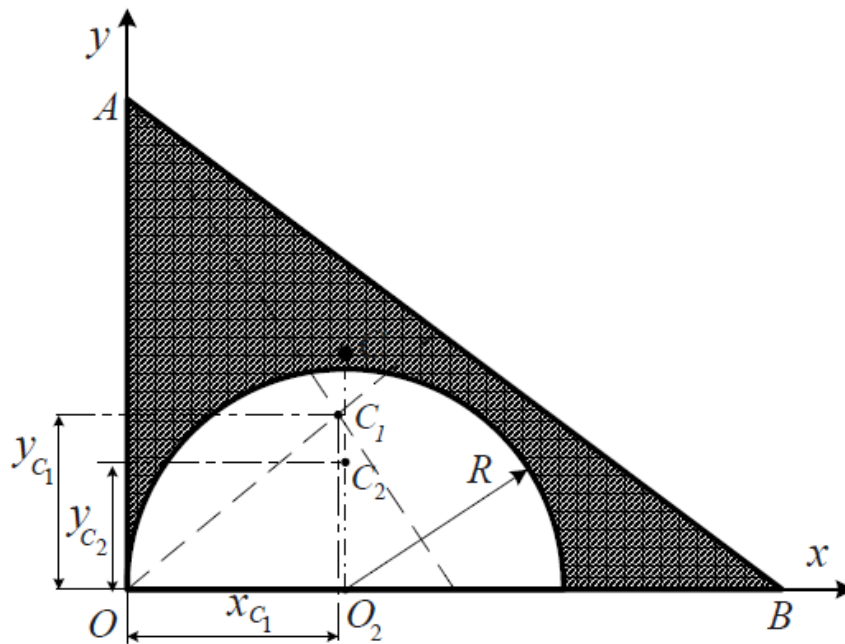

Рисунок 2.
**Задача 2.** Из однородной пластины в виде прямоугольного треугольника  $OAB$  с основанием  $OB$  и высотой  $OA$  вырезан полукруг радиусом  $R$  (рис. 2).
**Решение.** Для нахождения координат центра тяжести этой пластины воспользуемся *способом дополнения*. Примем вершину  $O$  треугольника  $OAB$  за начало декартовой системы координат  $Oxy$ . Пластину рассматриваем как фигуру, составленную из двух частей: треугольника  $OAB$  с центром тяжести  $C_1$  в точке пересечения его медиан; и выреза в виде полукруга радиусом  $R = 20$  см, с центральным углом  $2\alpha = \pi$  с центром тяжести  $C_2$ , лежащим на оси его симметрии параллельной оси  $Oy$  (рис.2).
Координата центра тяжести  $C$  заштрихованной части треугольника  $C (20; 20,66)$  (рис.2).